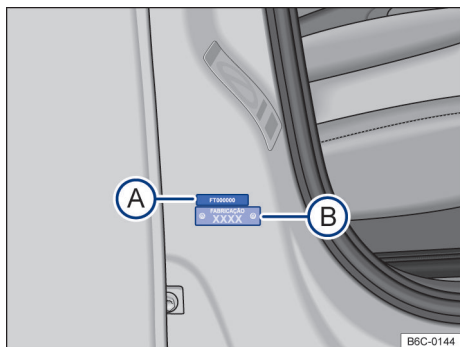

Fig. 171 Na coluna da porta dianteira direita: etiqueta com número de identificação do veículo parcial (A) e etiqueta do ano de fabricação (B).
As etiquetas com o número de identificação do veículo parcial estão localizadas na coluna da porta dianteira direita → Fig. 171 (A) e na coluna da suspensão esquerda. Estas etiquetas são destruídas ao serem removidas. Para chegar ao número de identificação do veículo parcial na coluna da suspensão esquerda, abrir a tampa do compartimento do motor ⚠ → Página 184.
A etiqueta com o número de identificação do ano de fabricação está localizada na coluna da porta dianteira direita → Fig. 171 (B). Esta etiqueta é destruída ao ser removida.